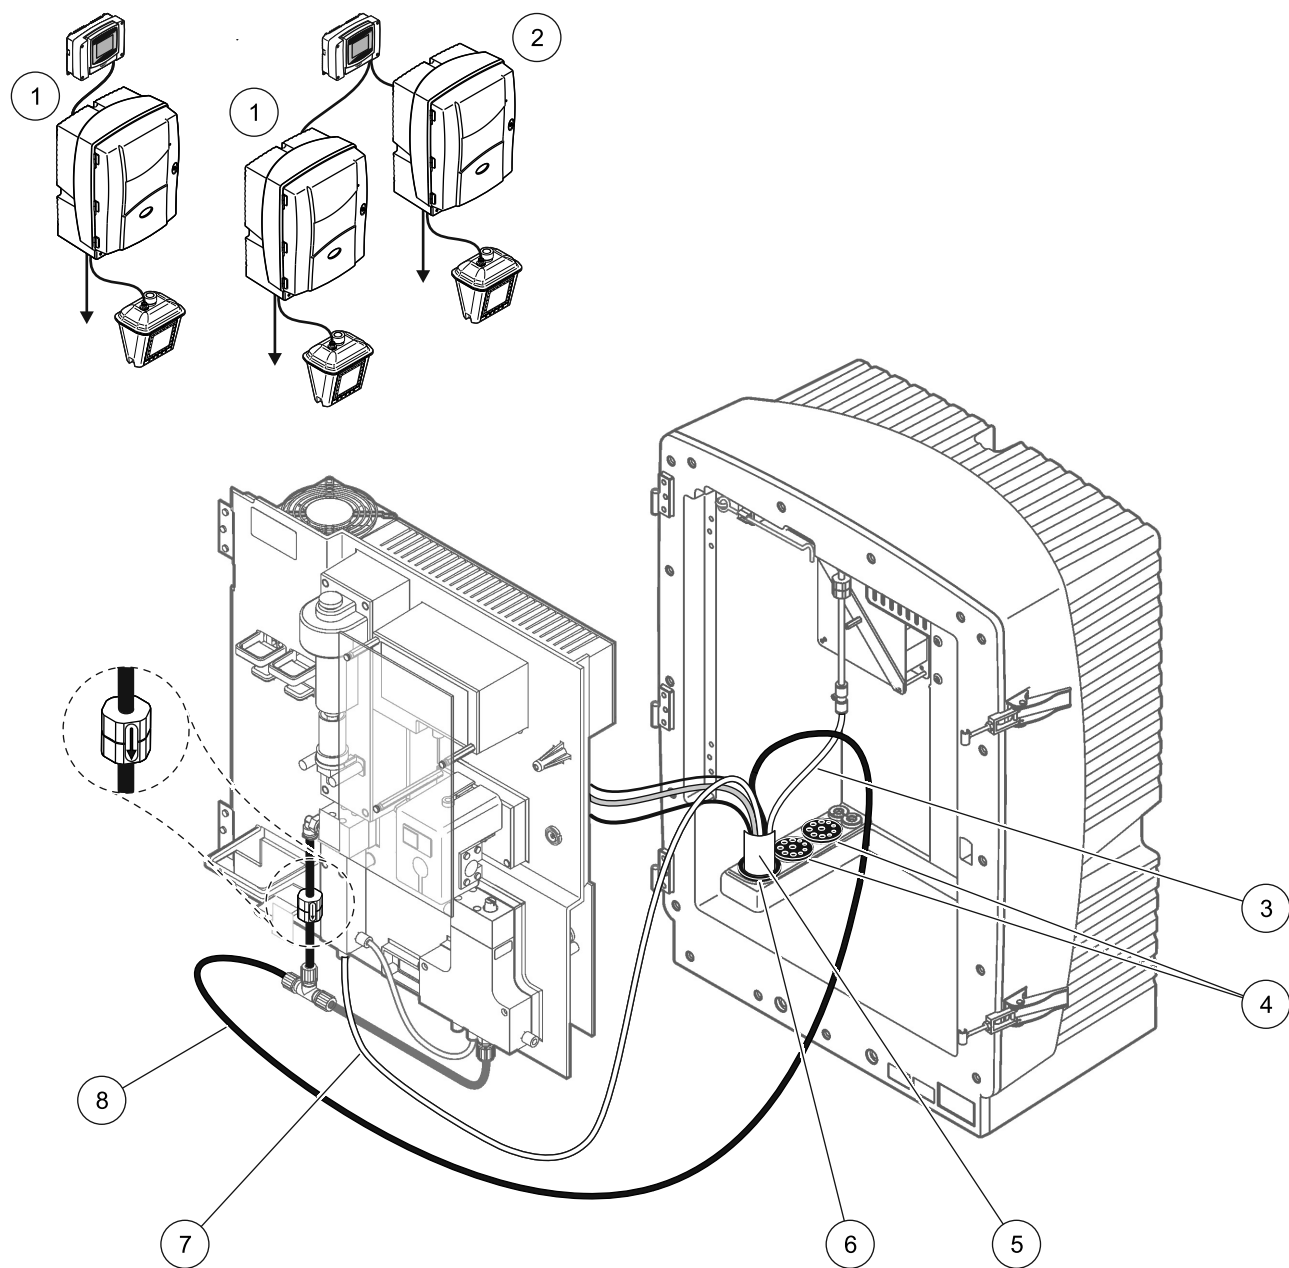

図 27 オプション 1 設定
図 27 およびオプション 1 に関する以下の説明を参照してください：
2. フィルタ プローブ sc ホース（試料ライン、電線およびドレーン チューブ）を分析装置の開口部まで通します（図 27、アイテム 5、）。シール プラグ #2 を使って固定します。